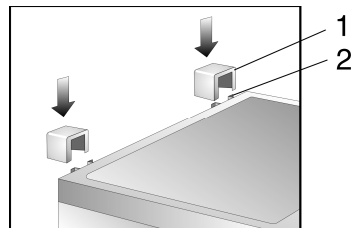

Abb. 5
- Zwei Abstandhalter **(1)** aus dem Beutel herausnehmen und diese in die Führungen **(2)** auf der Rückseite des Gerätes einsetzen **(Abb. 5)**.